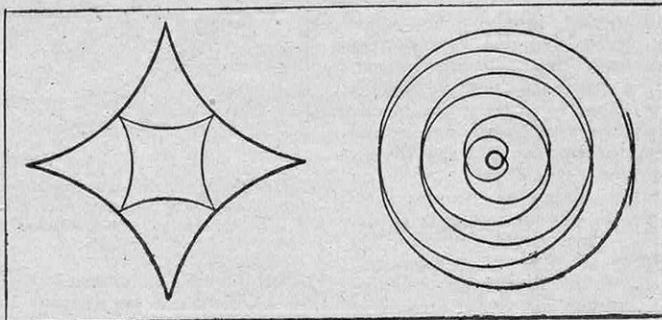

FIG. 5. — DEUX EXEMPLES DE « DÉVELOPPANTES »
Peut-être une des difficultés de la mise en équation de ces innombrables questions que nous pose la vie, ou si l'on préfère de leur étude mathématique, provient-elle de ce que nous n'avons pas des méthodes scientifiques appropriées à toutes les questions, pas plus que, dans un pays, il n'y a de lignes droites reliant deux à deux toutes les villes du pays. Il est en effet certain que l'angle sous lequel nous envisageons les propriétés des figures et les recherches algébriques est très particulier. Pour en donner un exemple, quand, en géométrie analytique, nous utilisons les coordonnées cartésiennes (1), nous trouvons naturellement, à cause de ce mode de notation, que les courbes algébriques sont plus simples que les courbes transcendentes. Mais, comme nous l'avons déjà dit, la nature se joue de ces subtilités, et les lois de la pesanteur qui conduisent à la chaînette pour la forme d'un fil en équilibre, nous donnent une parabole comme trajectoire d'un projectile dans le vide. L'une des développantes (fig. 5) d'une hypocycloïde est une courbe qui n'est ni moins ni plus compliquée que sa développée, et qui est du même degré, mais celle d'un cercle, courbe simple s'il en fut, est une courbe transcendente en forme de double spirale.